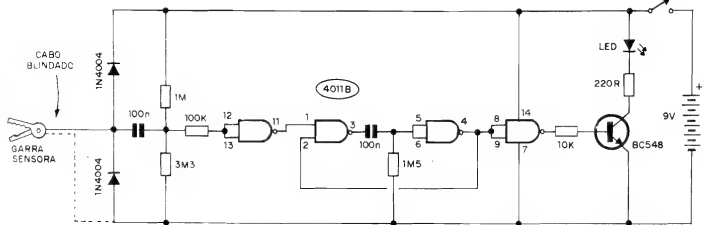

Fig. 1
- **FIG. 1 - DIAGRAMA DO CIRCUITO** - A questão básica no desenvolvimento do circuito foi... **SEGURANÇA**, tanto do usuário, quanto do próprio dispositivo e de seus componentes (em vista da elevada Tensão presente no setor elétrico de ignição do veículo, parâmetro **perigoso**, sob muitos aspectos...). Dessa forma, o primeiro requisito foi que não devia haver contato elétrico "físico" direto, entre o circui-